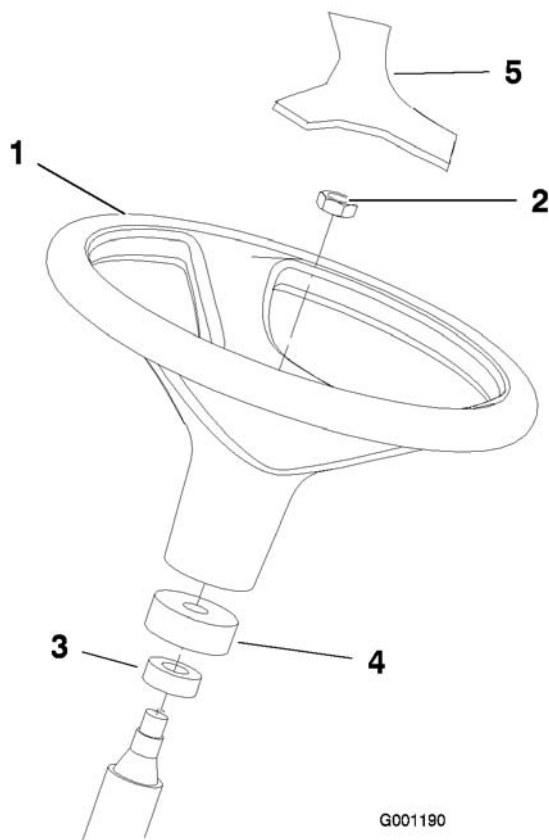

Bild 3
2. Entfernen Sie die Abdeckung vom Lenkrad (Bild 3).
3. Nehmen Sie die Klemmmutter von der Lenkwelle ab. Stellen Sie sicher, dass die Lenkwelle einen Schaumkragen und eine Staubabdeckung hat (Bild 3).
4. Schieben Sie das Lenkrad auf die Lenkwelle (Bild 3).
6. Befestigen Sie die Abdeckung am Lenkrad (Bild 3).